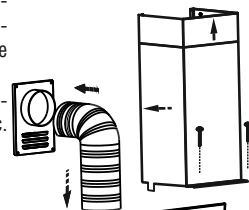

рис. 7
6.3 В зависимости от режима эксплуатации кухонной вытяжки соедините вентилятор с вентиляционной решеткой полужестким гофрированным воздуховодом (рис. 7) или установите на вентилятор угольные фильтры.
- Угольные фильтры устанавливаются на защитные решетки корпуса вентилятора (рис. 7А).
6.4 Установка фальштруб (рис. 7).